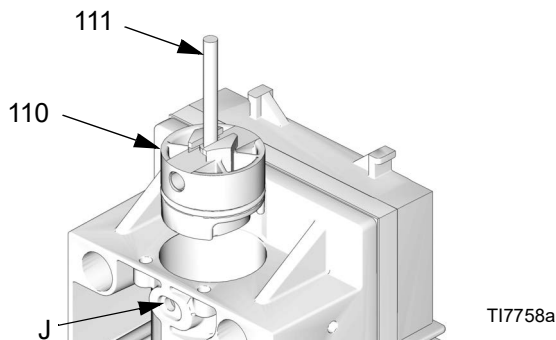

FIG. 10. Fjern stempelstoppestifterne
3. Se FIG. 10. Fjern holdestifterne (111) fra hullerne (J). Vend stifterne omvendt og glid hovederne ind i spalteåbningerne på stempelstoppestifterne (110). Brug stifterne til at trække stempelstoppestifterne ud.